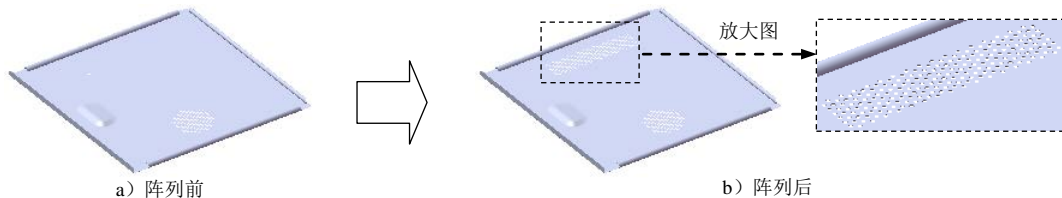

图 17.11.57 创建填充阵列 2
Step19. 创建图 17.11.57 所示的填充阵列 2。选择下拉菜单 **插入(I)** → **阵列/镜向(E)** → **填充阵列(E)** 命令；选取 Step18 创建的草图 2 为边界；在 **阵列布局(O)** 区域中单击“穿孔”按钮 ，在 (实例间距) 文本框中输入 7，在 (交错断续角度) 文本框中输入 60，在 (边距) 文本框中输入 0。选中 **要阵列的特征(F)** 区域中 **所选特征(U)** 单选框，单击 后的文本框，选取 Step17 创建的切除—拉伸 5。单击 按钮，完成填充阵列 2 的创作。